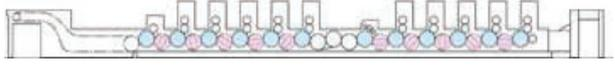

図4 概観図
- 両面印刷機でも高付加価値印刷が要求され、図4の構成機がUV専用機として稼動している。構成は、5色+DU+反転装置+5色+CH+UV乾燥搭載のロングデリバリー。